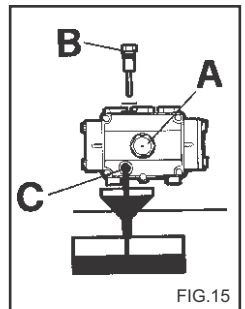

FIG.15
- 2) Desatarraxe a tampa com a vareta de controlo do nível (fig. 15).